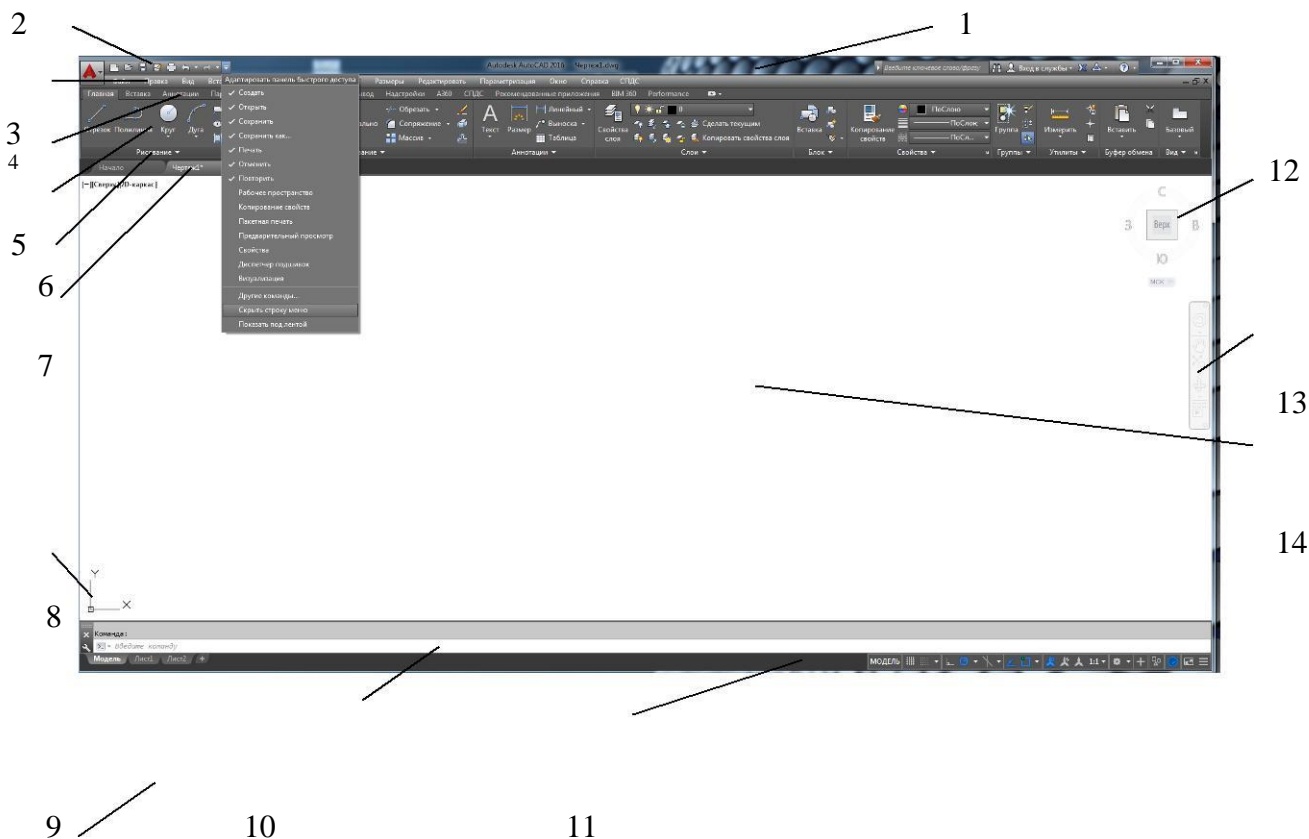

Рис. 2.
3. Изучите структуру экрана. Рабочий стол AutoCADa представлен на рис. 2. 1 – строка заголовка – самая верхняя строка, 2 – панель быстрого доступа, 3 – падающее меню (по умолчанию скрыто),